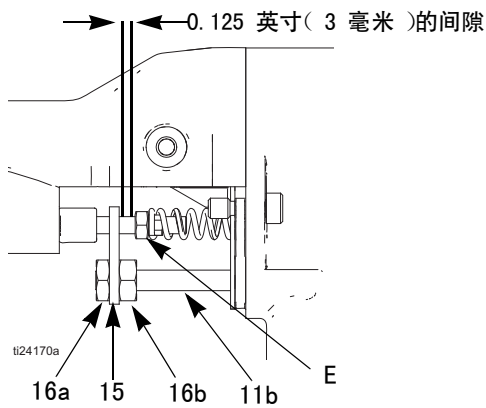

图 23. 致动器臂调节
2. 拆卸空气帽，第 28 页。拆卸喷枪保护罩 (26)。
3. 拆卸安全螺母 (16)、致动器臂 (15) 和调节螺母 (16)。参见图 23。
3. 拆卸安全螺母（16）、致动器臂（15）和调节螺母（16）。参见图 23。
参见图 23。
4. 卸下调节螺母（16a）和致动器臂（15）。参见图 23。